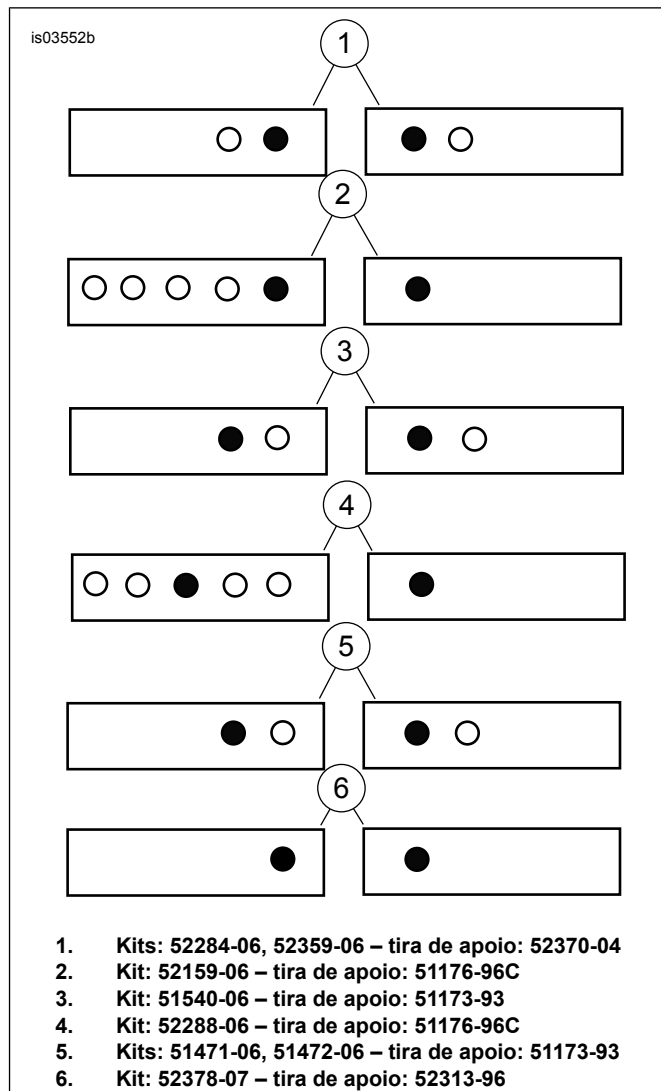
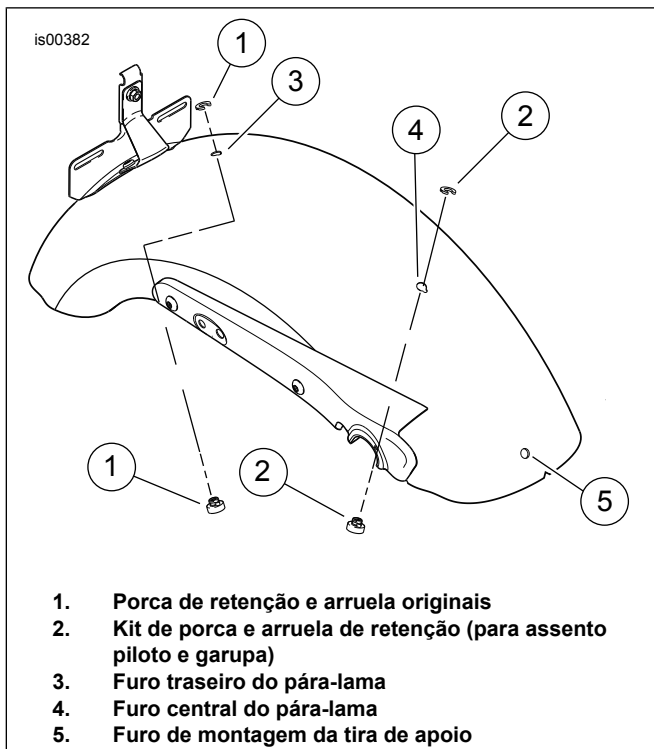
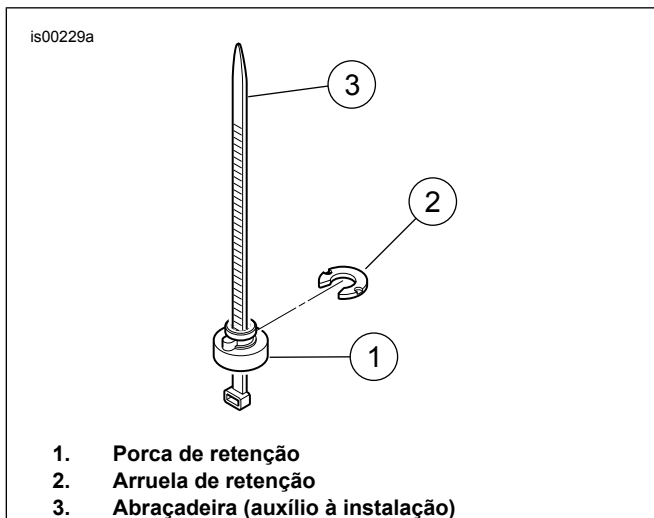
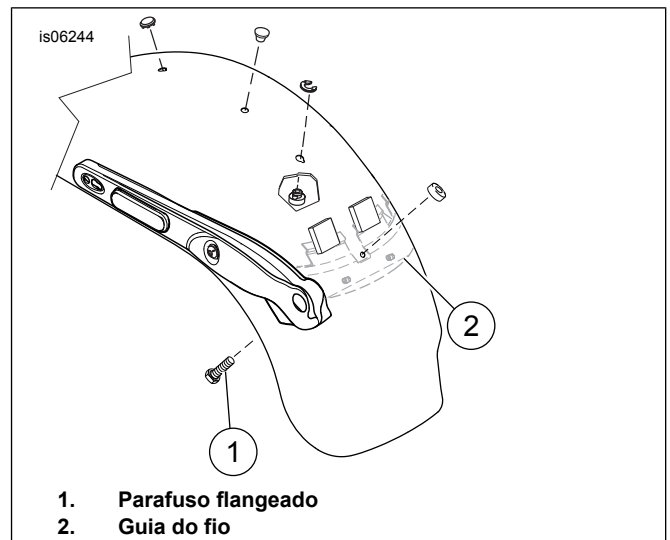

Figura 1. Instalação da tira de apoio
Figura 2. Localização da porca de retenção
Figura 3. Instalação da porca de retenção
Figura 4. Instalação da tira de apoio – Modelos FXDWG
3. Veja Figura 1 para obter informações sobre os furos nos quais instalar a tira de apoio para o assento (use o furo escuro mostrado na ilustração). Instale a nova tira de apoio na motocicleta no mesmo local da tira antiga (reutilize as ferragens existentes). Aperte com torque de 6,78–10,17 N·m (60–90 in-lbs). **Para modelos FXDWG ano 2010 e posteriores:** Veja Figura 4. Certifique-se de que a cabeça do parafuso flangeado (1) não esteja obstruída da guia do fio (2) e esteja instalada contra o pára-lama.
2. Veja Figura 2. Remova a tampa plástica do furo traseiro do pára-lama (3).
4. Veja Figura 3. Uma abraçadeira pode ser usada para ajudar na remoção e na instalação da porca e da arruela de retenção. Coloque a porca de retenção (1) sobre a abraçadeira (3) para que a extremidade larga da porca permaneça no olho da abraçadeira. Enrosque a abraçadeira por baixo do pára-lama e através do furo da extremidade traseira do pára-lama. Puxe a abraçadeira para manter a porca bem apertada contra o lado de baixo do pára-lama.
5. Com a nervura da porca de retenção assentada na ranhura do furo do pára-lama, deslize a arruela de retenção (2) no lugar a partir da parte traseira. Isto travará a porca de retenção no lugar. Remova a abraçadeira.
7. Instale o parafuso flangeado da parte interna do pára-lama no furo de montagem da tira de apoio no pára-lama (Figura 2, item 5). Fixe o parafuso com a porca de retenção plástica do assento. **Para modelos FXDWG ano 2010 e posteriores:** Veja Figura 4. Certifique-se de que a cabeça do parafuso flangeado (1) não esteja obstruída da guia do fio (2) e esteja instalada contra o pára-lama.
8. Instale a nova alça do passageiro do kit, de acordo com o gráfico na Figura 1. Instale a arruela e a porca e aperte a porca com torque de 6,78–10,17 N·m (60–90 in-lbs).